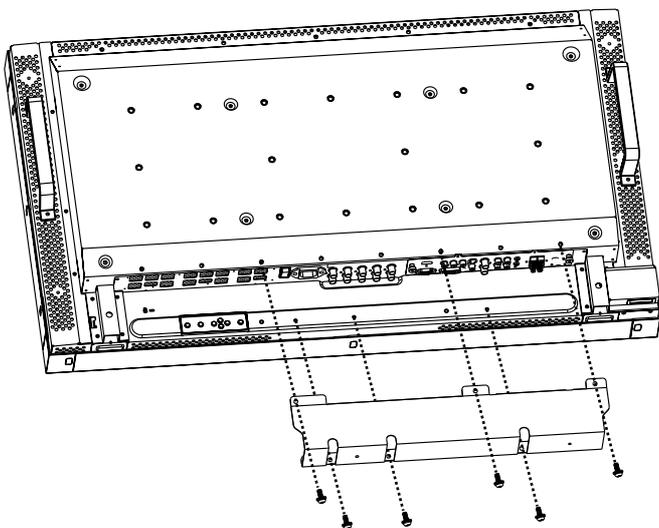

Figura 5
- Utilizzare 6 delle viti M4 X 10 (incluse) per fissare la copertura cavi (figura 5).